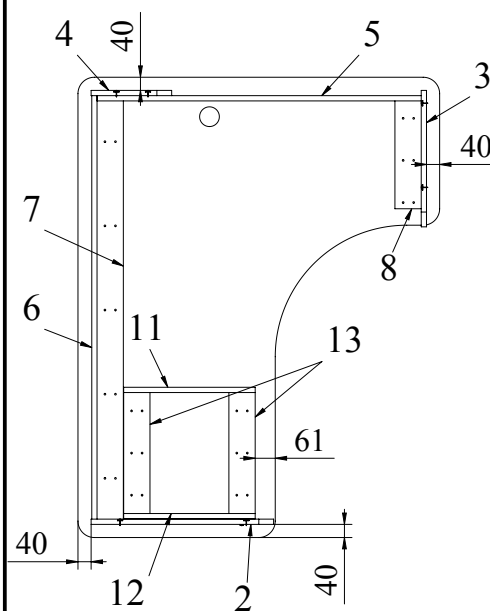
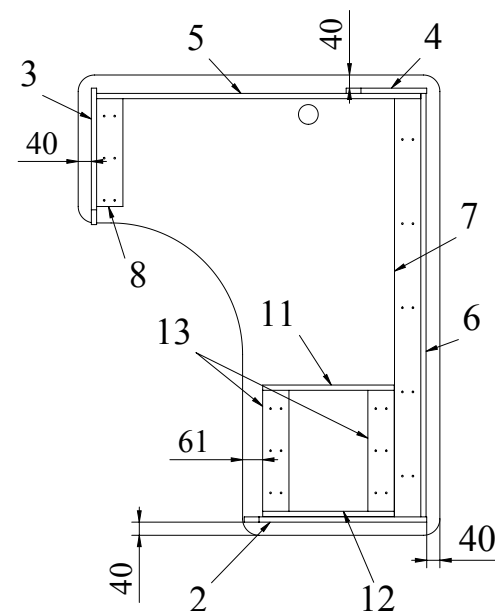

Рис.7
Рис.8
7. Полученную в п.5 сборку прикрепить к столешнице шурупами 4х25 и к боковине 2 с помощью стяжки винтовой М4 (Рис.7, в зеркальном исполнении – Рис. 8).